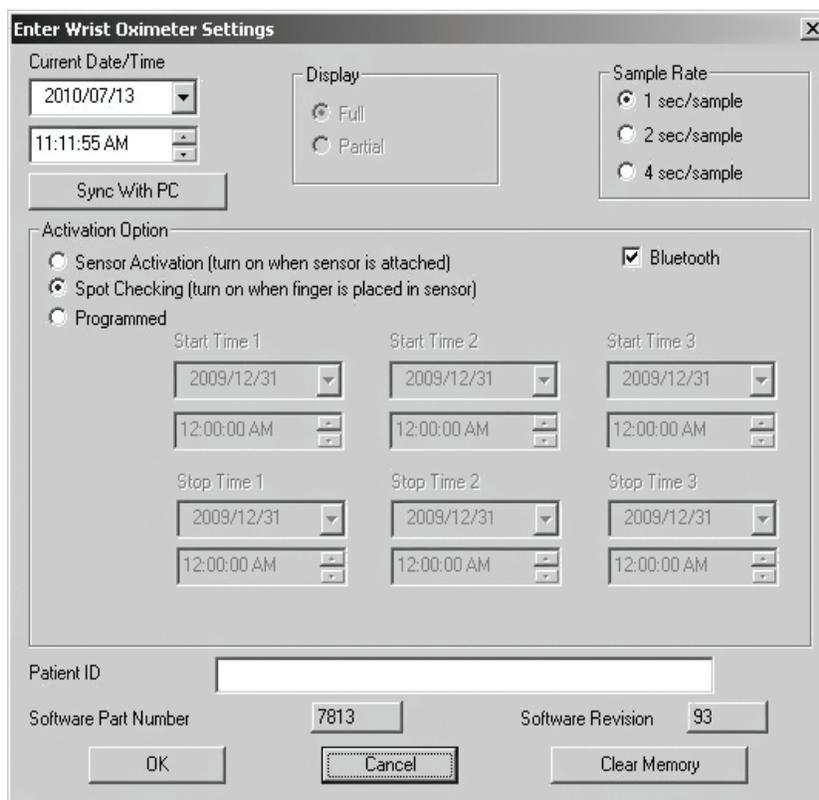

Figure 22: Fenêtre des paramètres de nVISION
6. La fenêtre « Saisie des paramètres de l'oxymètre de poignet » (figure 22) s'ouvre. Mettez à jour ou modifiez les paramètres en fonction des besoins.